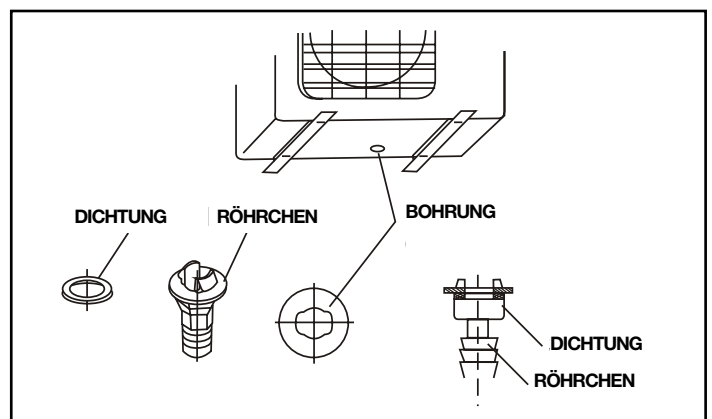

Abb.11
3. Schließen Sie das Röhrchen an einen Abflussschlauch (wird nicht mitgeliefert) an, damit das Kondenswasser in die gewünschte Richtung abgeleitet werden kann (Abb. 11).